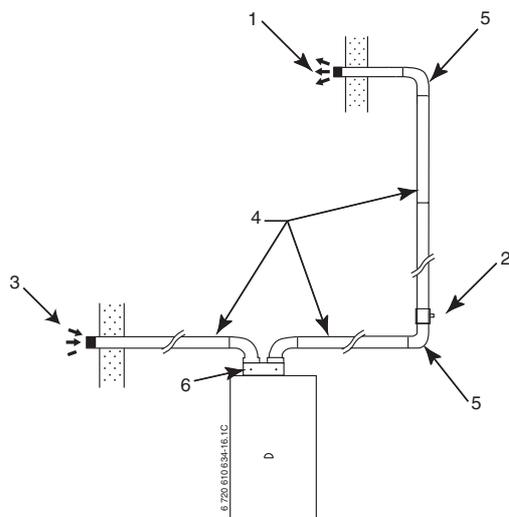

Fig. 20
**N.B.:** la configurazione (Fig. 20) risulta funzionale: essa è compresa tra i limiti minimi di perdite di carico (248) ed i limiti massimi di perdite di carico (511).